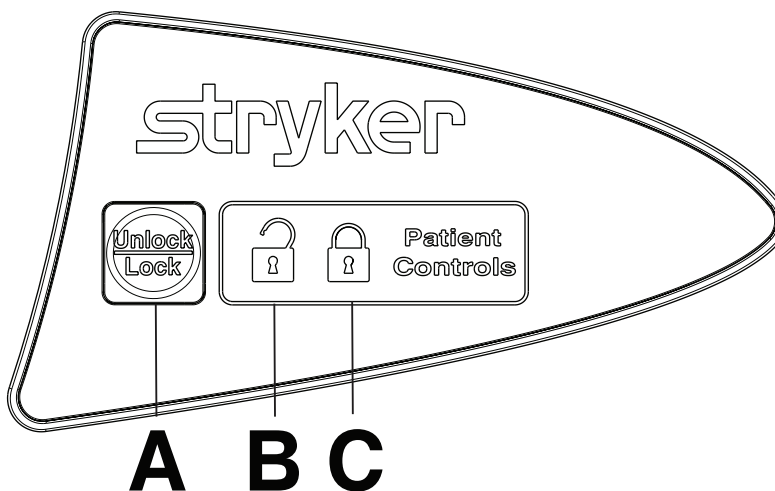

Рисунок 15 – Блокировка пульта управления пациента
Чтобы заблокировать пульт управления пациента, расположенный на боковине, нажмите на кнопку **Unlock/Lock** (Освободить/Заблокировать) (A) один раз (Рисунок 15).